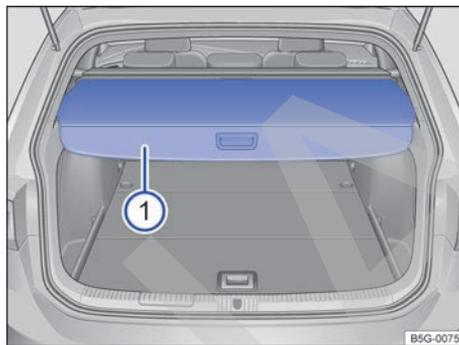

Fig. 150 En el maletero: abrir y cerrar la cubierta del maletero.
- Presione la parte trasera de la cubierta → fig. 150 ① un poco hacia abajo. La cubierta se desplaza automáticamente hasta el centro del maletero.